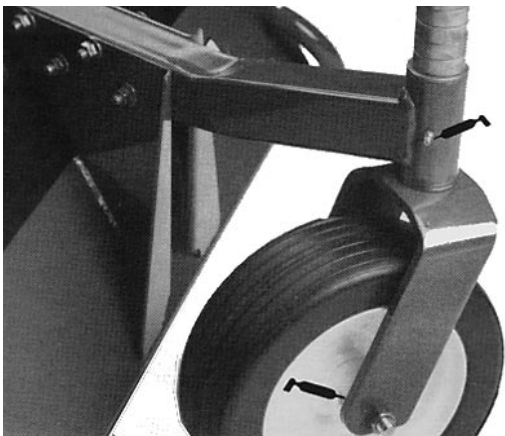
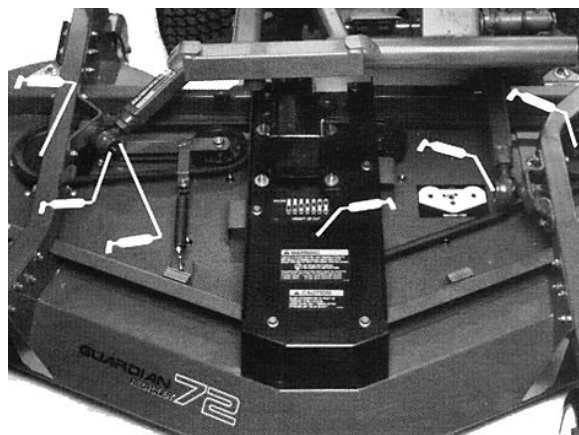

Fig. 5
Fig. 7
LUBRIFICAZIONE DI CUSCINETTI, BOCCOLE E SCATOLA DEGLI INGRANAGGI (Fig. 5–8)
1. L'apparato di taglio è provvisto di cuscinetti e boccole che devono essere lubrificati nei seguenti punti: boccole dei fuselli delle ruote orientabili anteriori (Fig. 5); cuscinetti delle ruote orientabili (Fig. 5 e 6); cuscinetti dei fuselli delle lame (Fig. 7); spina della leva di rinvio (Fig. 7), ed i giunti sferici dei bracci di spinta destro e sinistro (Fig. 7).